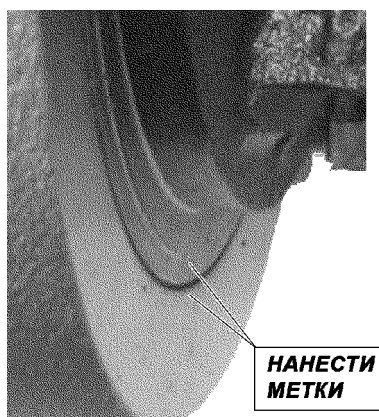
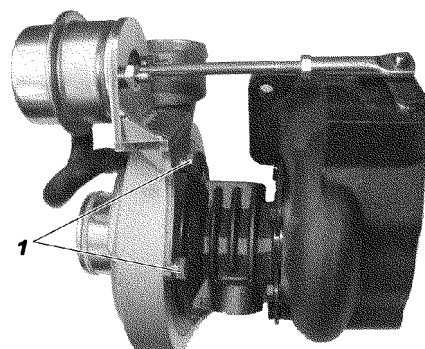

Рис. 4.174. Корпус компрессора и корпус подшипников ТКР
Рис. 4.175. Турбокомпрессор:
14. Нанести метки 1 (рис. 4.174) взаимного расположения корпуса компрессора и корпуса подшипников ТКР. Отвернуть два болта 1 (рис. 4.175) крепления кронштейна пневмокамеры.